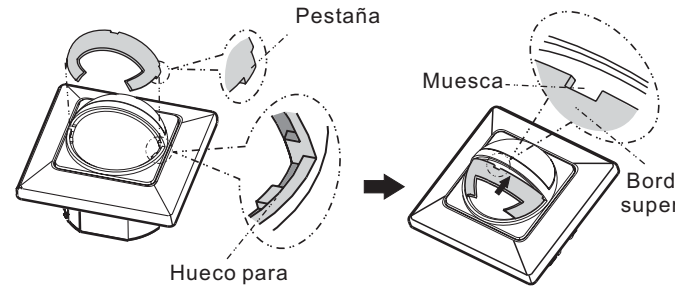

FIG.16
2. Como fijar la pantalla. Primeramente se desprenden de la misma la o las partes que nos interese y se introducen las dos pestañas de los costados de la pantalla en los huecos que tiene el detector a tal efecto. Entonces introducir todo el borde superior de la pantalla en la parte alta de la lente del detector. Asegurese de que la pantalla ha quedado bien sujeta. (FIG. 16).